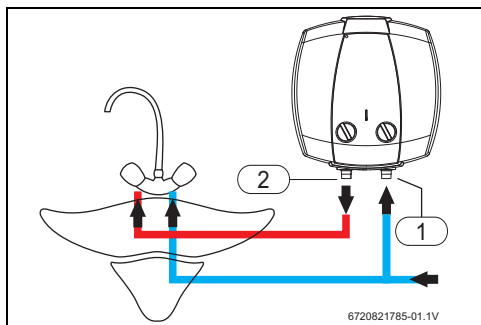

Fig. 7 Instalarea deasupra chiuvetei
- ▶ Marcați corespunzător țevile de apă rece și apă caldă pentru a preveni interschimbarea (→ Fig. 7 și 8).